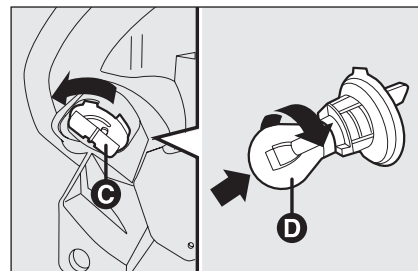

fig. 15
- rimuovere il coperchio portalamпада **C**-fig. 15 ruotando in senso antiorario;